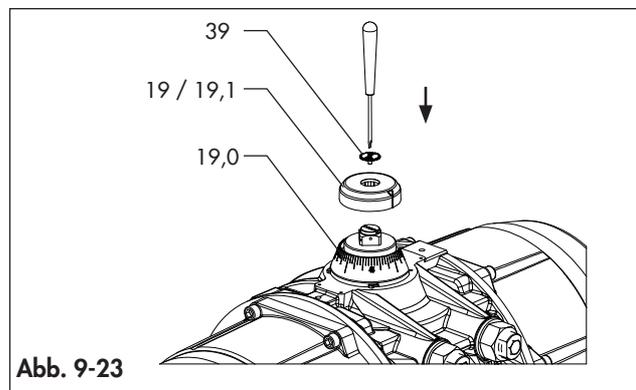

Abb. 9-23
Siehe Abb. 9-1 und Abb. 9-23.
- Ziehen Sie die Schrauben (39) des Anzeigers an, falls vorhanden. (Abb. 9-23)